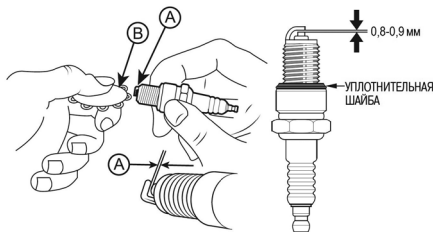

Рис. 51 Проверка зазора между электродами
4. Измерьте специальным щупом зазор между электродами каждой свечи зажигания. При необходимости, установите требуемые зазоры 0,8-0,9 мм (Рис. 51).